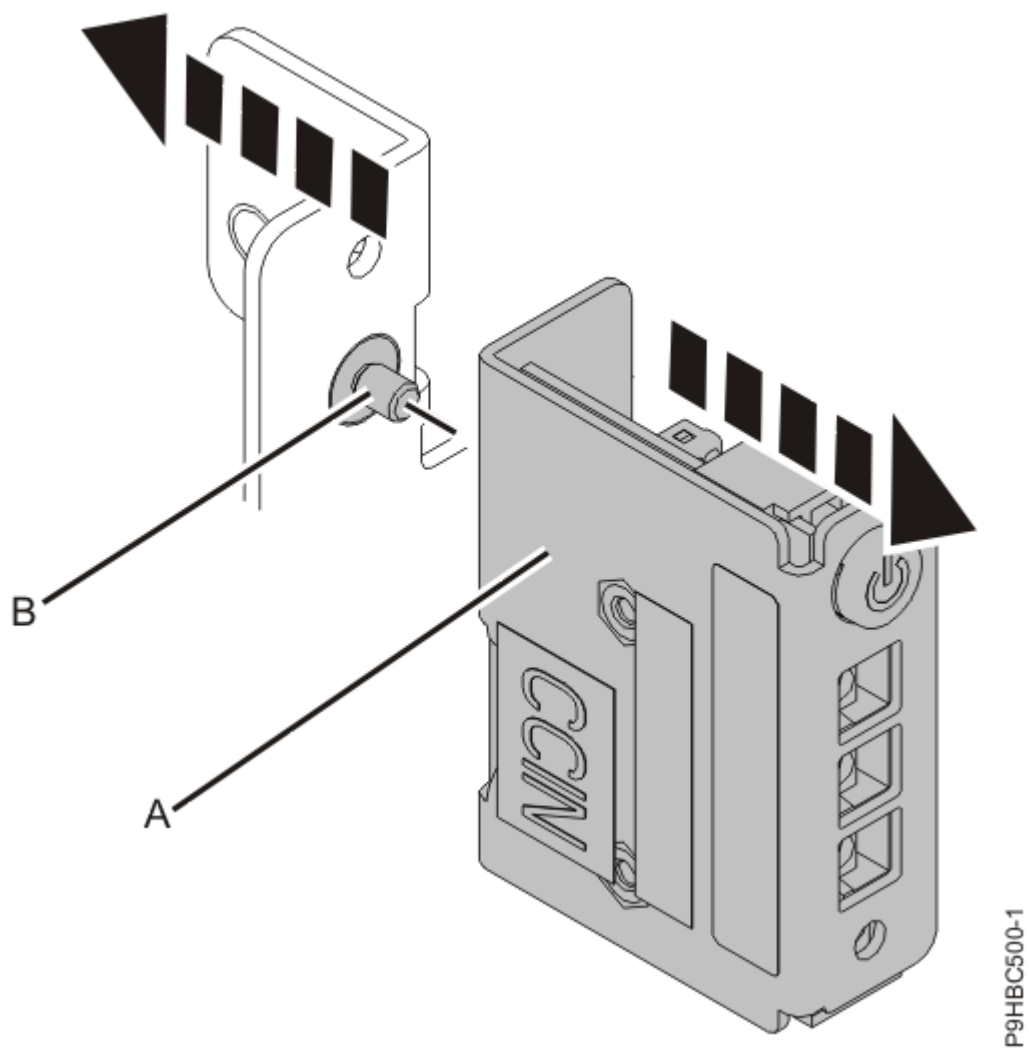

図 32. ブラケットからのコントロール・パネルの取り外し
4. コントロール・パネル (A) をブラケットに固定しているねじ (B) を緩めます (36 ページの図 32 を参照)。